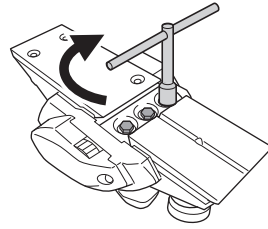

图 12
- (3) 如第 8 页的图 12 所示，更换刀刃完毕后，请拧紧刀架上的螺栓。